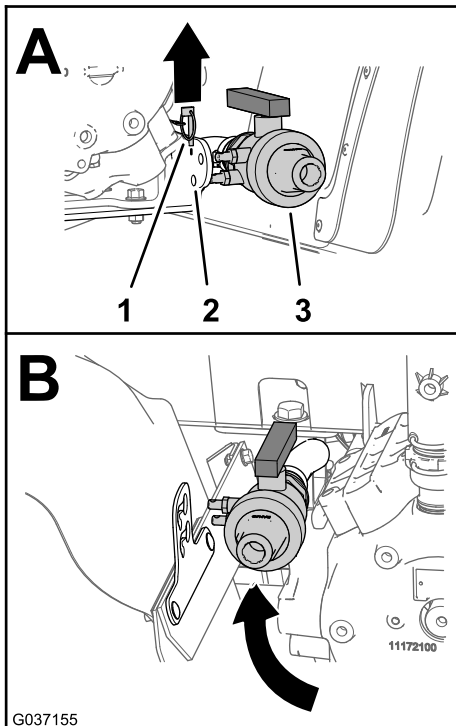

Figura 11
1. Retire el pasador de seguridad que sujeta la válvula de drenaje al soporte de la bomba del fumigador (Figura 11).
2. Desplace la válvula de drenaje entre la aleta izquierda trasera y la bomba del fumigador (Figura 11).